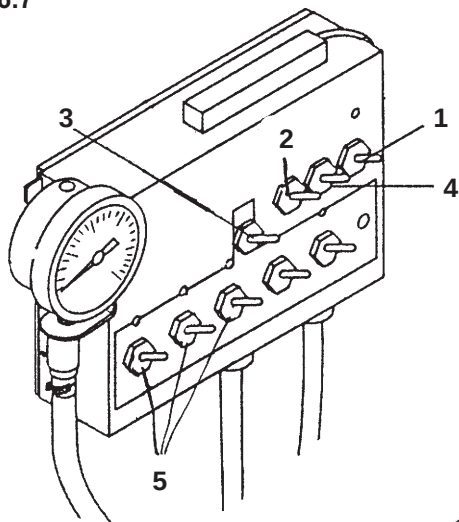
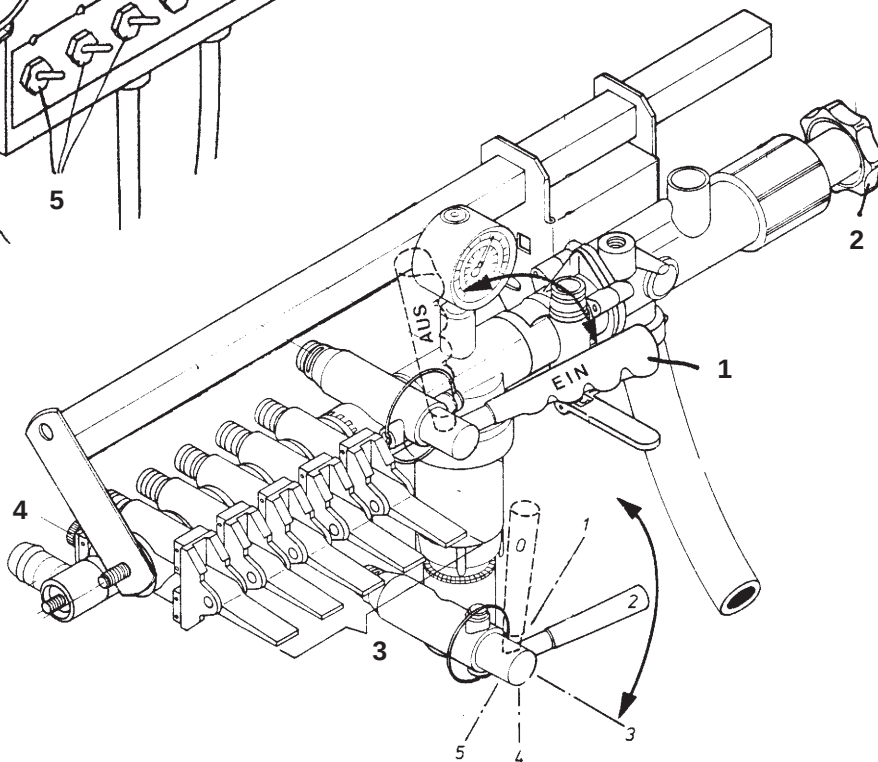

Рис. 6.8
Рис. 6.9
- Выключатель (рис. 6.8/1) цепи электропитания на коробке переключений поставить в положение "I". Загорится красная индикаторная лампочка и коробка переключений будет приведена в рабочее положение. (**только пульт управления с коробкой переключений**).
Переключатель программ (рис. 6.8/2) поставить в положение "готовность".
- Открыть все дозировочные краны и выключатель центральной штанги (центральный кран, рис. 6.9/1) или выключатель (рис. 6.8/3) поставить в положение "I" (включено). Вода начинает вытекать из всех распылителей. **Смеситель остается выключенным.**
- Поворачивающейся ручкой (рис.6.9/2) или кнопками +- (рис. 6.8/4) установить выходное давление 4 бар. Проверить установку давления по индикатору давления.
- Закрыть с помощью включения крана дозатора (рис. 6.9/3) или выключателя (рис. 6.8/5) магнитного клапана поперечную распылительную штангу. на индикаторе давления изменится положение стрелки.
- Повернуть регулировочный винт (рис. 6.9/4 или 6.7/3) устройства постоянного давления, связанного функционально с краном дозиметра или магнитного клапана, до момента, когда барометр вновь станет показывать давление 4 бар. после этого открыть эту поперечную штангу.